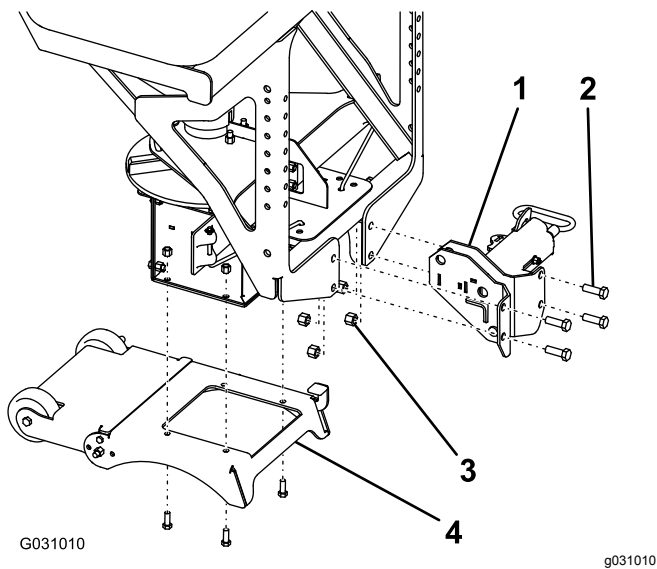

Figure 8
- Montez l'accouplement RT3 sur l'épandeur à l'aide de 4 boulons (½ po) et contre-écrous (½ po), et serrez les boulons à 76 N·m (56 pi-lb) comme montré à la Figure 8.
- Montez le pied de support sur l'épandeur à l'aide des 4 boulons (½ po) et des 4 contre-écrous (½ po) existants, puis serrez les boulons à 27 N·m (19,7 pi-lb) (Figure 8).